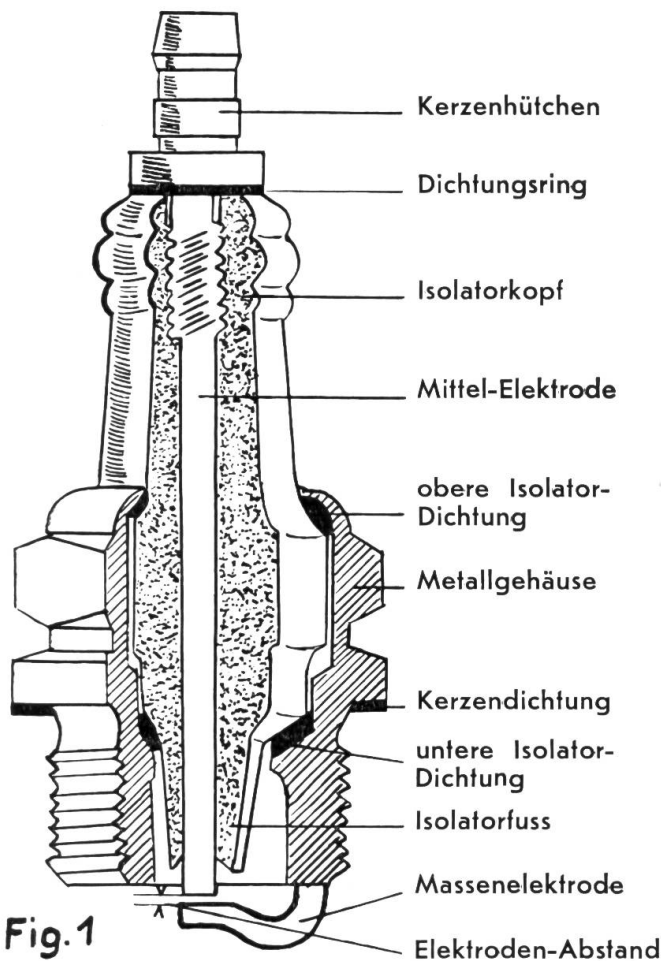

Fig. 1
**Aufbau:** Die Zündkerze besteht aus einer Mittel-Elektrode (Zündbolzen), einem Isolator-Körper, Dichtungsringen und dem Gehäuse mit der Massen-Elektrode. (Fig. 1). Die Mittel-Elektrode ist aus einer hitzebeständigen Nickel-, Mangan-, Platin- oder Wolfram-Legierung hergestellt und gasdicht in den